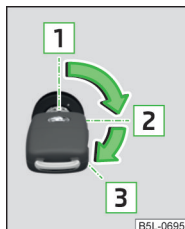

Fig. 117
Pozițiile cheii autovehiculului în butucul de contact » fig. 117
- Rotiți cheia în poziția  » fig. 117 la pagina 99, are loc procesul de pornire. Eliberați apoi cheia, motorul va porni automat.
- Rotiți cheia în poziția  » fig. 117 la pagina 99.